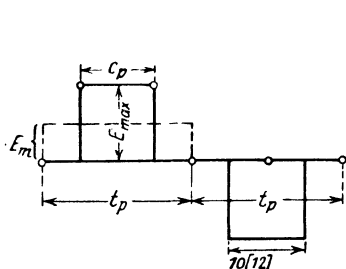

Abb. 114. Verlauf der EMK in Aufgabe 228.
**228.** Wie gestalten sich die Fragen zu  $f$ , wenn die Kurve der EMK den in Abb. 114 dargestellten Verlauf besitzt, und wie groß ist der Form- und Scheitelfaktor?